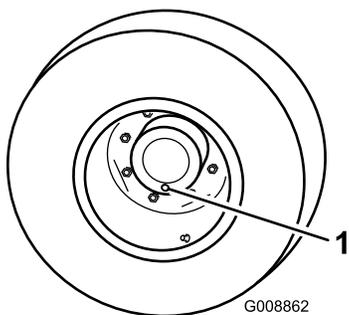

Рисунок 93
1. Поставив машину на ровную поверхность, расположите колесо так, чтобы одна контрольная пробка находилась в самом нижнем положении («6 часов») (Рисунок 93).